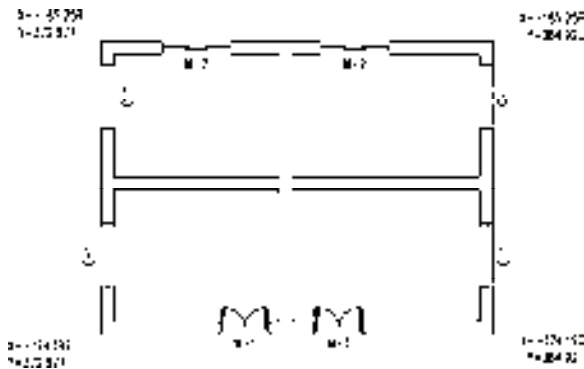

图 10-5 坐标标注
4) 重复上述操作,继续添加坐标标注,结果如图 10-5 所示。